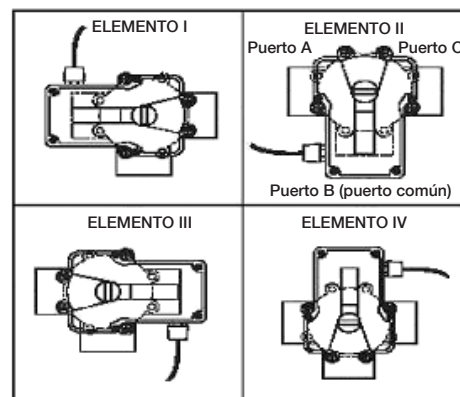

Figura 3. Posiciones de montaje
5. Gire el accionador hasta que se apoye alineado con los cuatro orificios, de modo que coincida con una de las posiciones de montaje que se muestran en la Figura 3. Consulte la tabla a continuación para conocer descripciones de las opciones de montaje.
Montaje del accionador estándar: El cuerpo principal del accionador está sobre el puerto B como se muestra en el Elemento II de la Figura 3.
El accionador también se puede montar sobre una válvula en cuatro posiciones diferentes, como lo muestra la Figura 3. Según la plomería de la válvula y la posición de montaje del accionador, es posible que se deban restablecer las levas dentro del accionador. (Consulte la siguiente sección).